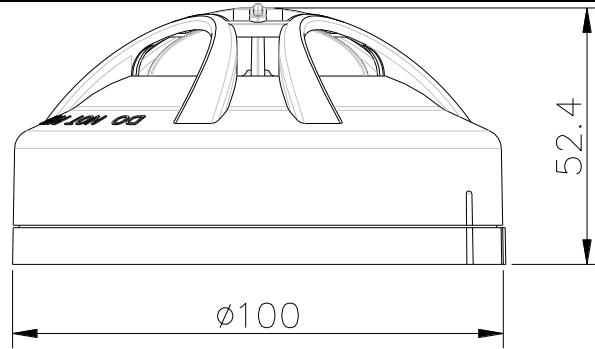
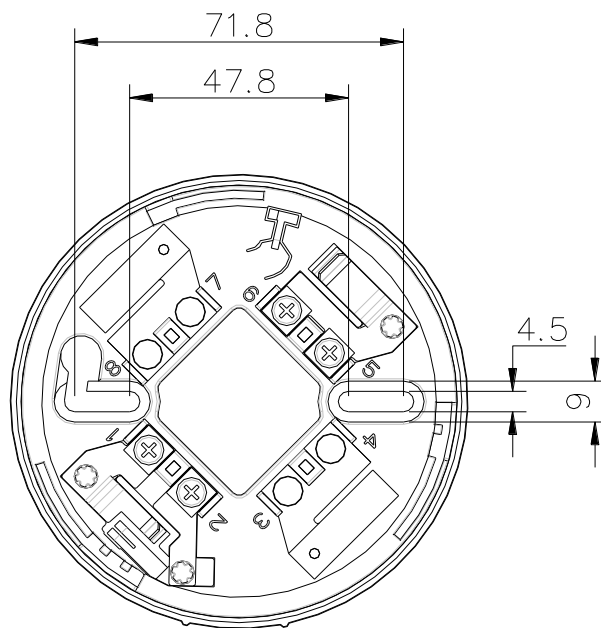

图 1: JTW-ZDM-TX3111 外形尺寸
图 2: JTW-ZDM-TX3111 安装尺寸
1. 感温探测器的外形尺寸及安装尺寸示意图如图 1、图 2 所示